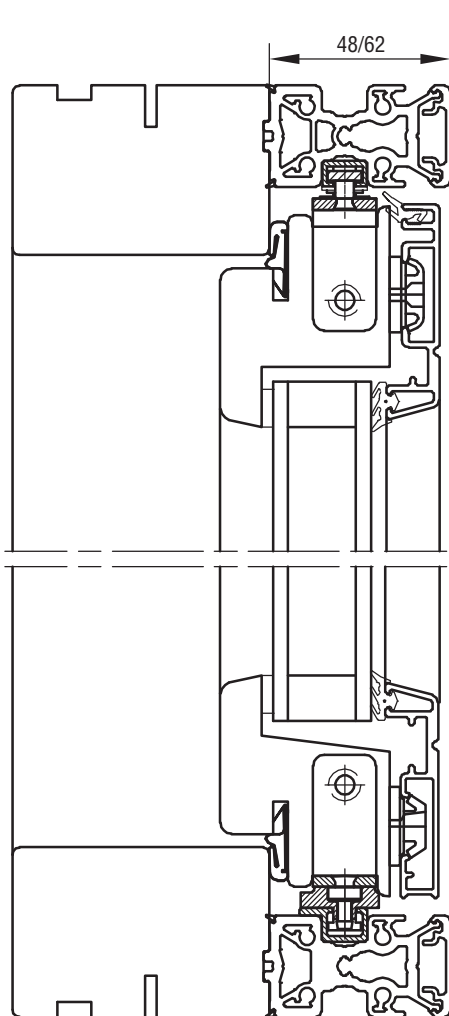

FIG. 1
1. THE FITTING SHOULD BE POSITIONED IN THE GROOVES IN TOP AND BOTTOM FRAME AGAINST THE HINGE SIDE OF THE SIDE FRAME AND THEN FASTENED (FIGURE 1).